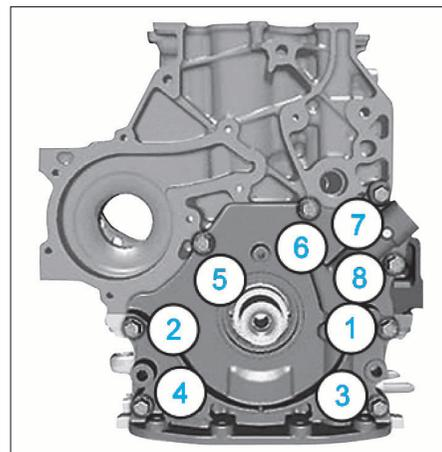

FIG. 31
• Serrer les huit vis de fixation de la pompe à 0,5 puis 0,9 daN.m dans l'ordre indiqué (Fig.31).